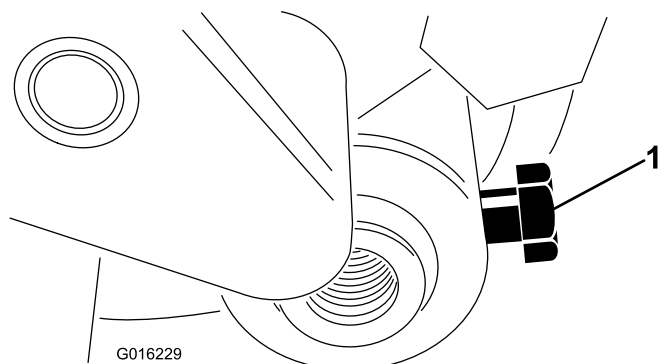

Рисунок 12
24. Вставьте ось валика в рычаг правого регулятора и зафиксируйте его, не затягивая, болтом оси валика (**Рисунок 12**).
32. Выверните валик по центру между рычагами регуляторов и затяните болты крепления (Рисунок 12).